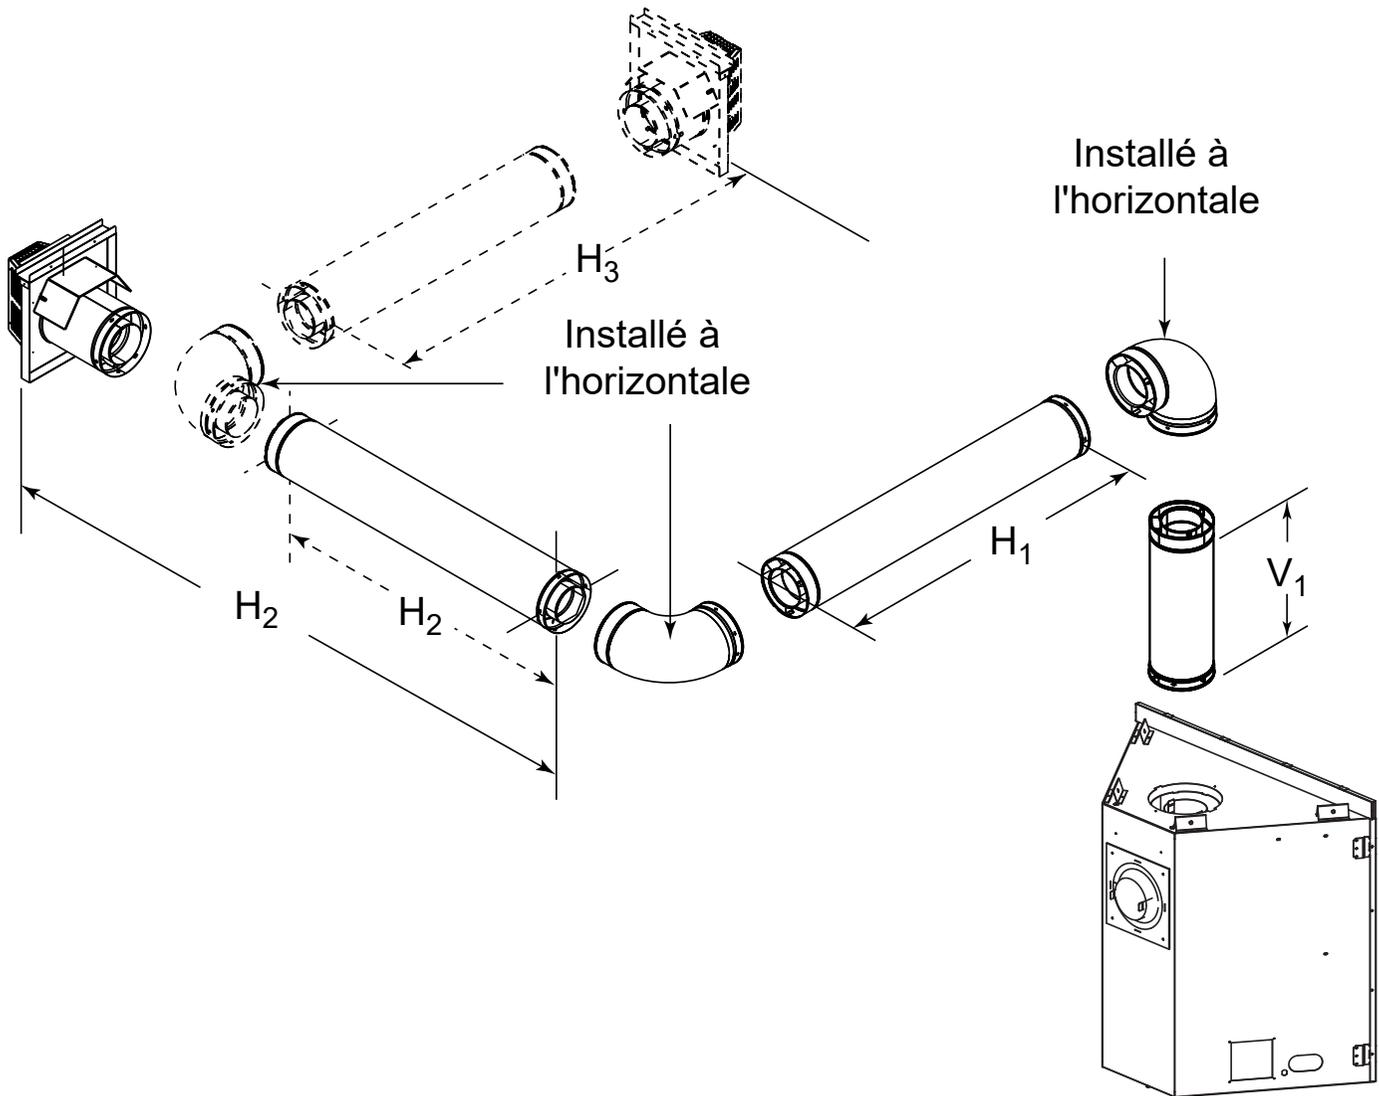

Figure 4.14
- Un maximum de trois coudes de 90° (ou six coudes de 45°) pourraient être utilisés pour toute configuration de conduit d'évacuation. Certains coudes peuvent être installés horizontalement. Voir la figure 4.14.